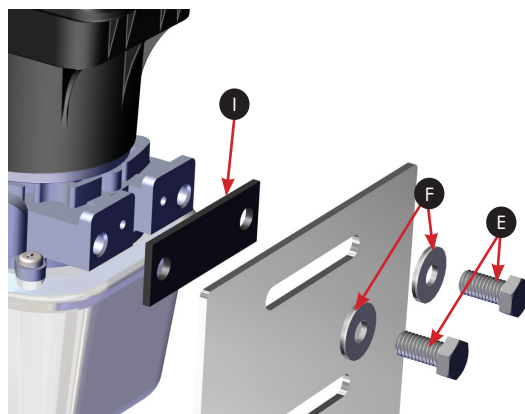

図5
注意： HPUの周りに、2本の3/8インチ×3/4インチのボルト **E** を取り付けブラケットを通してHPUの中へと取り付けるための十分な間隔を確保します。 **図5**
6. ブラケットをしっかりと固定した後、2本の3/8インチ×3/4インチのボルト **E**、2個の3/8インチのネオバンドワッシャー **F**、および1個のゴム製ポンプガスケット **I** を用い、9/16インチのレンチを使用してHPUをブラケットに取り付けます。 **図5**